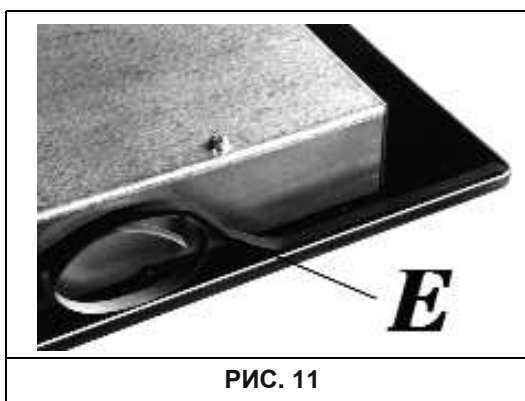

РИС. 11
- Развернуть панель и правильно установить крепление «Е» (рис. 11) под кромкой панели таким образом, чтобы внешний край уплотнения точно совпадал с краем периметра панели. Внешние края полос должны совпадать без наложения.